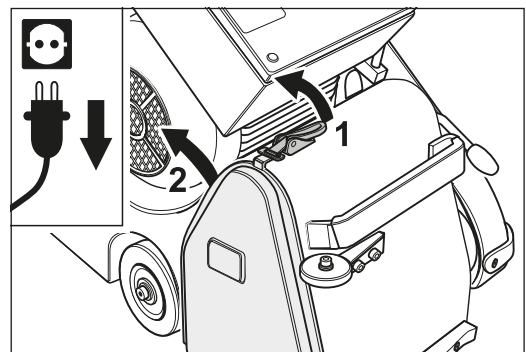

Fig. 32 Déverrouillez le couvercle et enlevez la tôle de recouvrement.
- 2** Retirez la tôle de recouvrement (fig. 32).
- Retirez la tôle de recouvrement (fig. 32).